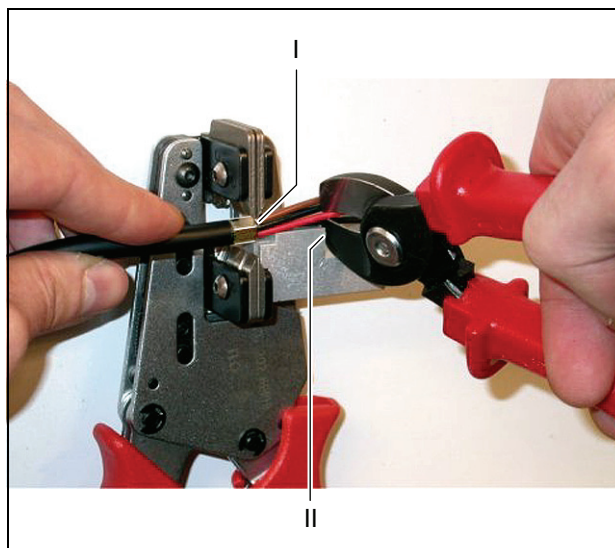

Abb. 29.10: Zuschneiden der Kupferdrähte
- 8 Scheiden Sie die Kupferdrähte mit dem Cutter (Werkzeug 2) und dem Abisolierwerkzeug (Werkzeug 5) auf die richtige Länge. Dazu die Crimp-Buchse in Position I setzen und die Kupferdrähte in Position II schneiden (siehe Abb. 29.10).